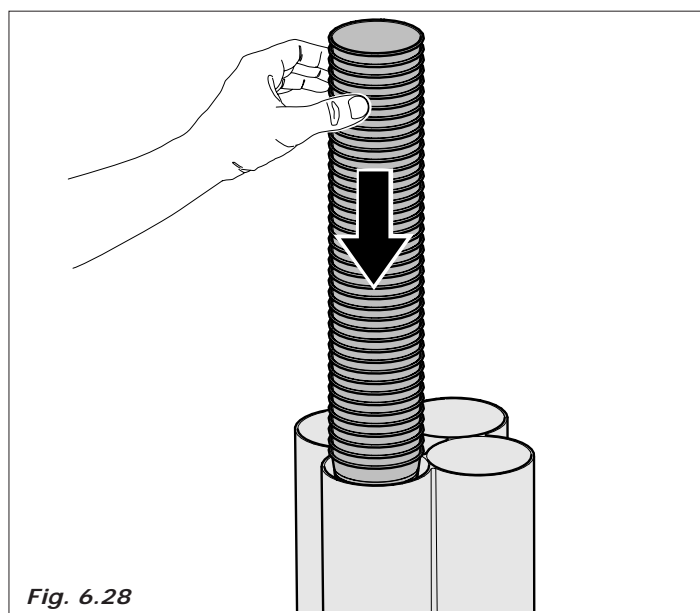

Fig. 6.28
- carregar os copos nos quatro tubos da coluna copos (Fig. 6.28)